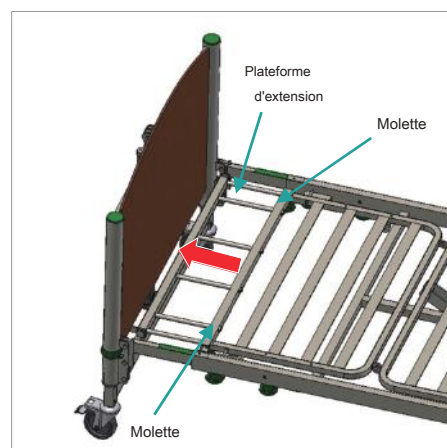

Figure 16: Extension de la plateforme
- Faites glisser l'extension de la plate-forme jusqu'à ce qu'elle atteigne les butées (Figure 16).